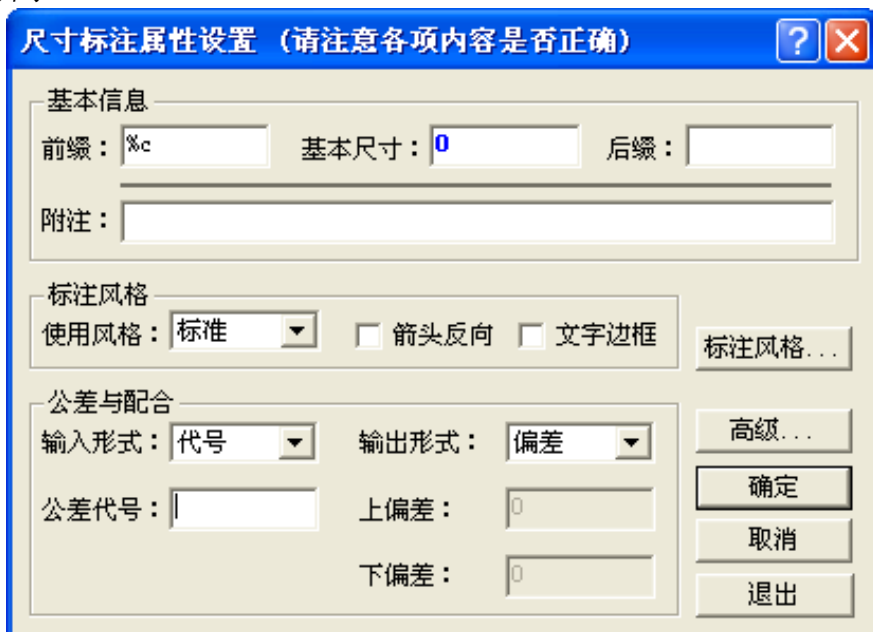

图 6-33 尺寸标注公差查询
1. 方法一：在尺寸标注时右击，弹出【尺寸标注公差与配合查询】对话框，如图 6-33 所示。